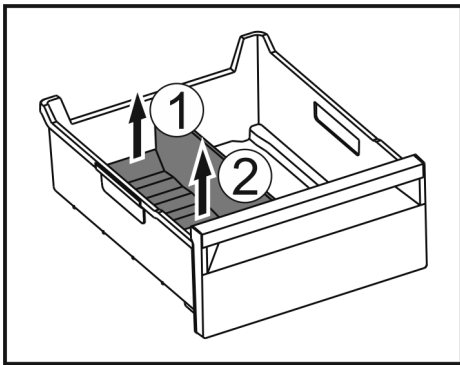

Fig. 170
- ▶ Levantar la parte posterior del separador para congelador. Fig. 170 (1)
- ▶ Extraer el separador para congelador hacia arriba. Fig. 170 (2)